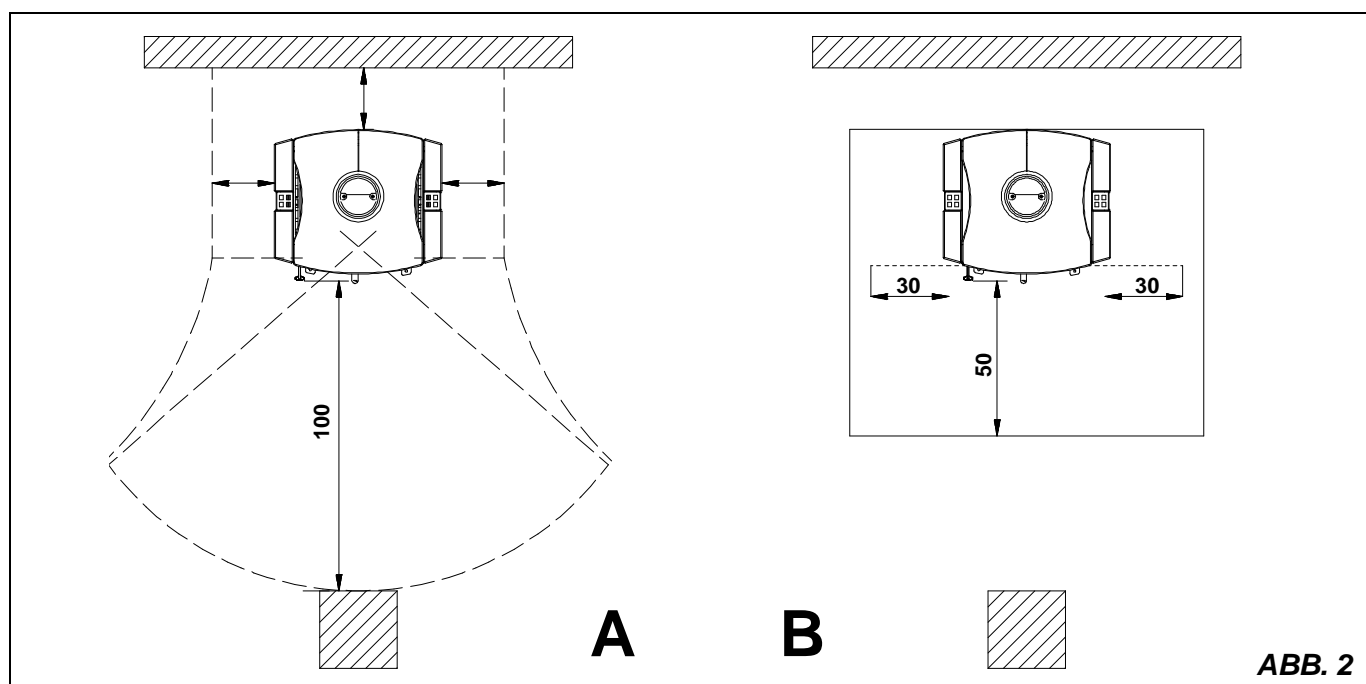

ABB. 2
- Um eine ausreichende Wärmedämmung zu gewährleisten, muss die Mindestanforderungen für Sicherheitsabstand (siehe ABB. 2 - A) eingehalten werden. **Alle Sicherheitsabstände sind auf der Typenschild des Produktes gezeigt und sollten nicht unter der angegebenen Werte liegen.**
- Wenn das Produkt auf einem leicht entzündlichen Boden installiert wird, muss ein feuerfester Unterbau vorgesehen werden. **Fußböden aus brennbaren Materialien** wie Teppich, Parkett oder Kork, **müssen durch einen entsprechenden Belag** aus nicht brennbaren Baustoffen, zum Beispiel Keramik Stein, Glas oder Stahl ersetzt werden (Abmessungen nach der regionalen Ordnung). Der Belag muss sich seitlich auf mindestens **20cm** über die Feuerungsöffnung und vorn auf mindestens **50 cm** hinaus erstrecken (siehe ABB. 2 B).